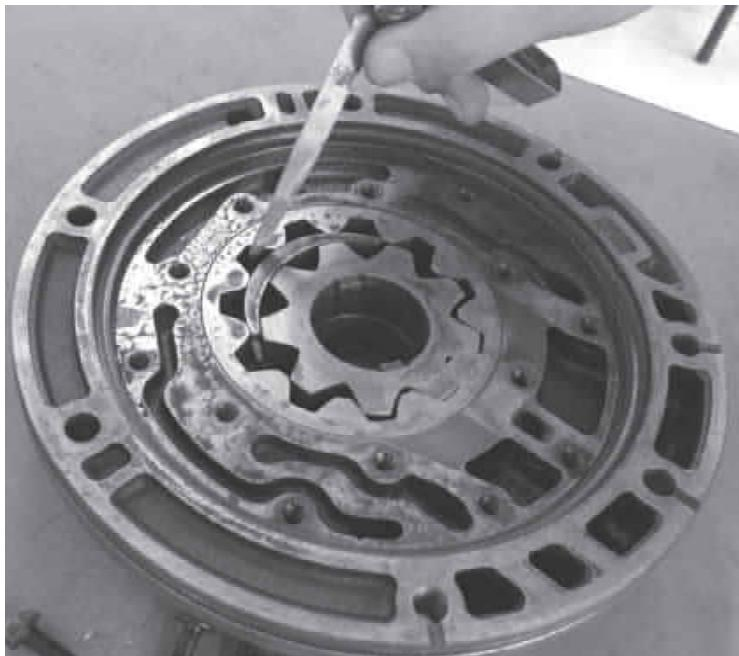

图 3-16 检测顶部间隙
(2)检测顶部间隙。用厚薄规测量从动齿轮和泵体月牙板之间的顶部间隙,如图 3-16 所示。标准顶部间隙为  $0.004\sim0.248$  mm,最大顶部间隙为 0.300 mm。如果顶部间隙大于最大间隙,则更换油泵体分总成。